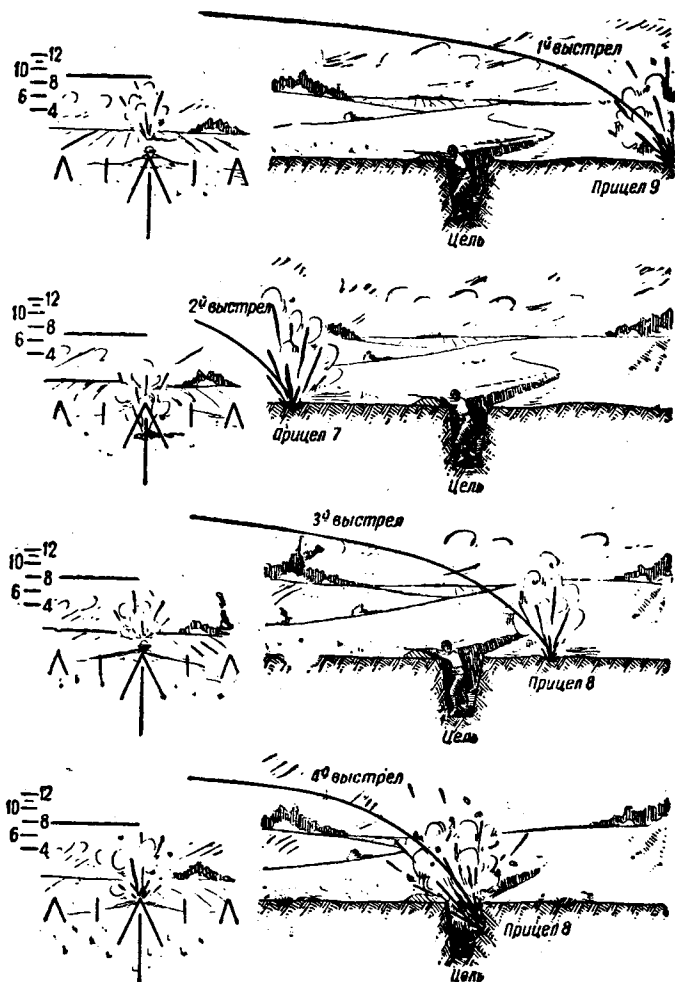

Рис. 23. Пристрелка дальности по наблюдению знаков разрывов захватом цели (малозаметной) в вилку
2. Цель — группа пехоты в укрытии (окопе) (малозаметная), расстояние до цели — 900 м (рис. 23)